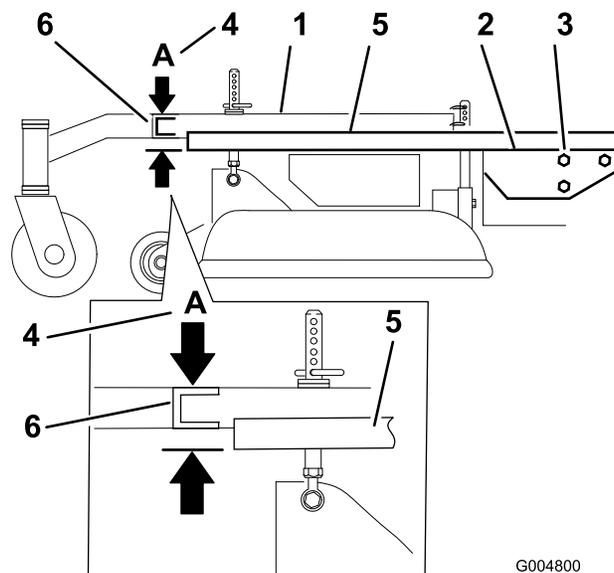

Figura 52
3. Posizionate un lungo bordo dritto sopra la scocca del motore come illustrato in Figura 52.
4. Al canale trasversale del telaio portante, misurate l'altezza al punto **A** (Figura 52). Questa misura deve essere di 33 mm, più o meno 6 mm.
6. Allentate i bulloni di fissaggio del telaio portante su entrambi i lati della macchina (Figura 52).
7. Allineate il telaio portante e la scocca del motore portandoli a 33 mm, più o meno 6 mm alla posizione **A** (Figura 52).